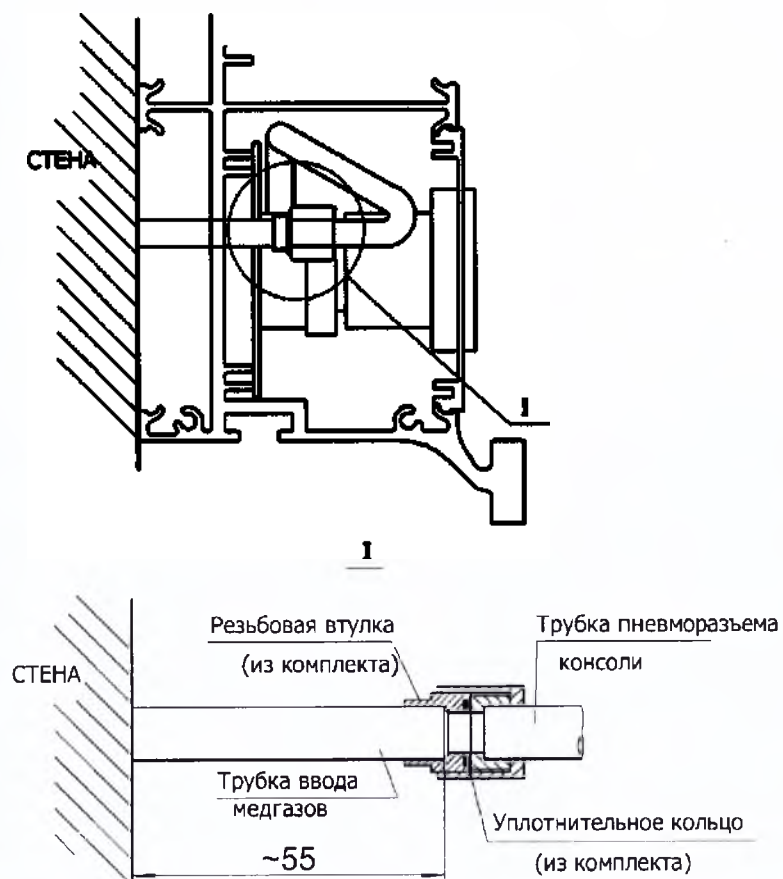

Рис. 7 Соединение магистральных трубопроводов с трубками клапанов медгазов блока
- Установить уплотнительные резиновые кольца Рис. 7 (из комплекта) в резьбовые втулки, и затянув гайки осуществить соединение магистральных трубопроводов с трубками клапанов медгазов блока.